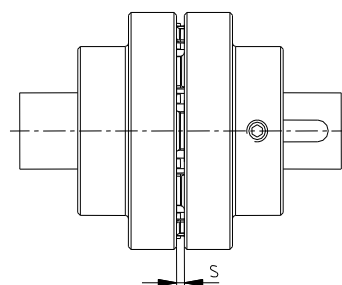

Bild 20: Kupplungseinbau
- Verschieben Sie die Aggregate in axiale Richtung, bis das s-Maß erreicht ist (siehe Bild 20).
- Wenn die Aggregate bereits fest montiert sind, ist durch axiales Verschieben der Naben auf den Wellen das s-Maß einzustellen (siehe Bild 20).